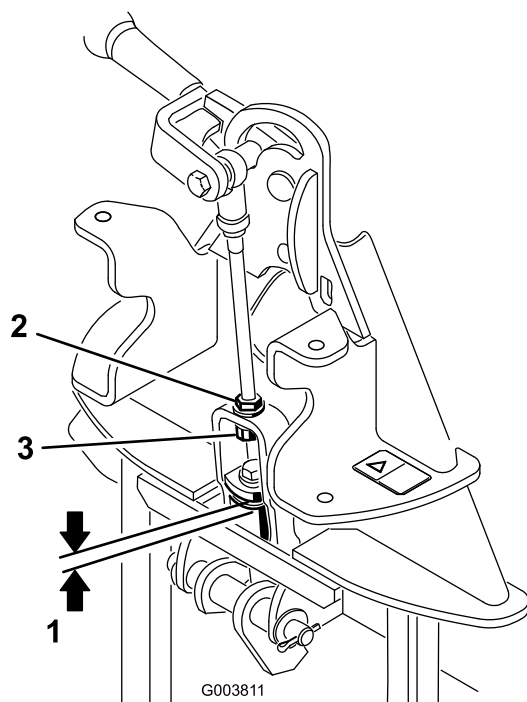

Рисунок 4
2. Измерьте зазор между верхней шайбой и проставкой в узле тяги на переходнике навесного орудия, как показано на Рисунок 4.